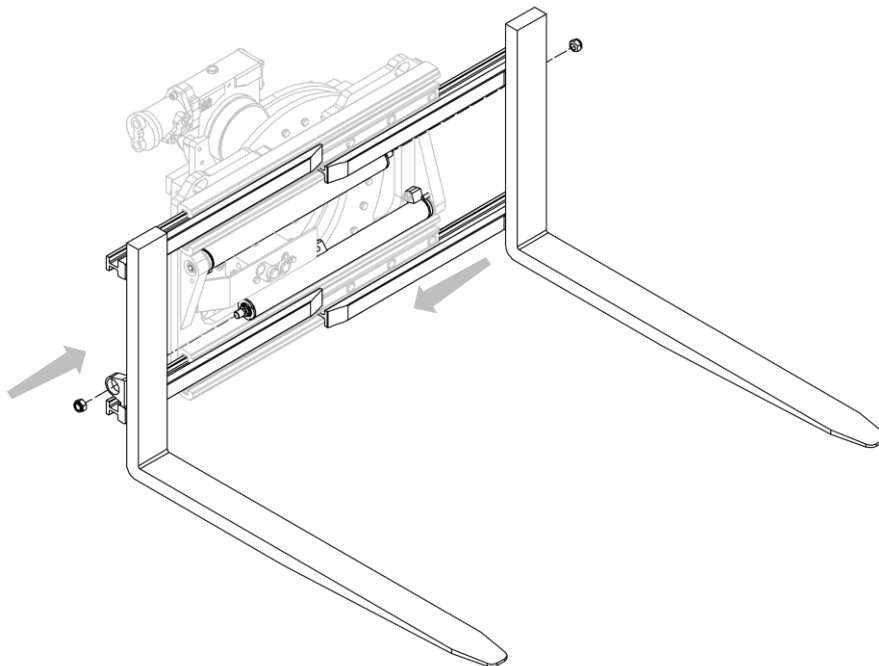
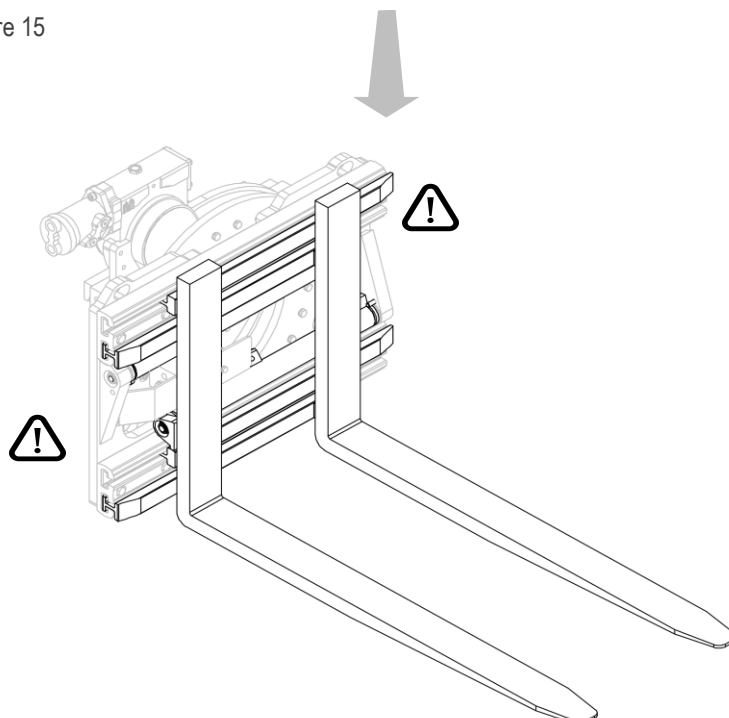

Figure 15
Figure 16
2. Mettre en place les fourreaux dans leurs sièges et les raccorder aux vérins avec les écrous correspondants (voir *Figure 15* et *Figure 16*).